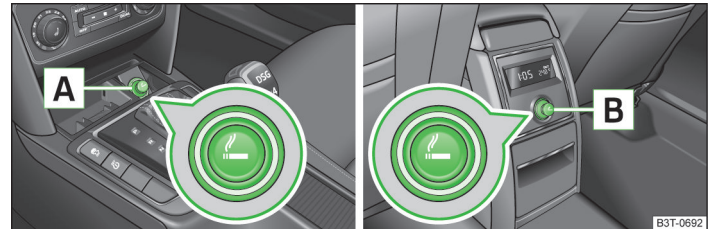
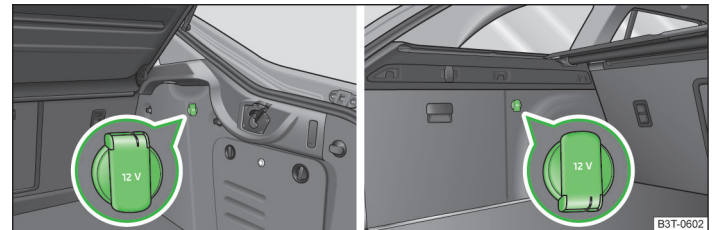

Abb. 70 Mittelkonsole: Zigarettenanzünder vorn / Zigarettenanzünder hinten
Abb. 72 Gepäckraum: Steckdose Superb / Superb Combi
- Den Anzünderknopf  bzw.  » Abb. 70 drücken.
In der Mittelkonsole vorn **A** » Abb. 70 auf Seite 77.
In der Mittelkonsole hinten **B** » Abb. 70 auf Seite 77.
Im Gepäckraum » Abb. 72.
- Die Abdeckung der Steckdose bzw. den Zigarettenanzünder abnehmen » Abb. 70 auf Seite 77 oder die Abdeckung der Steckdose öffnen » Abb. 72.